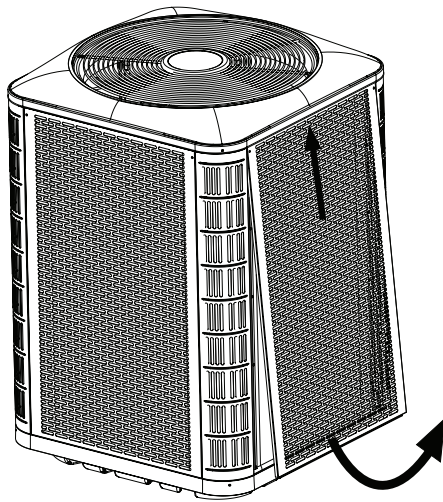
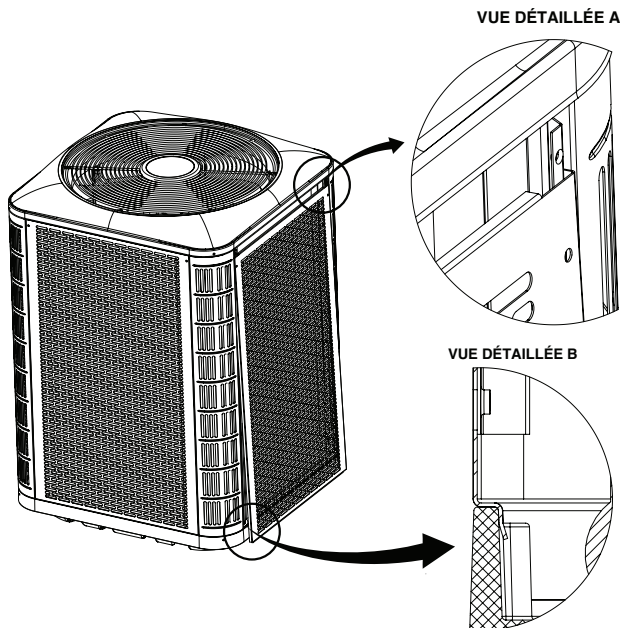

Figure 5. Désassemblage du panneau
Figure 6. Installation du panneau
2. Glissez le panneau vers le haut et le bac supérieur pour dégager la bride inférieure du bac inférieur. Voyez la Figure 5.
- Pour accéder aux composantes internes de l'appareil, reportez-vous à la Figure 5, \(page 10\) pour désassembler le panneau et la Figure 6, \(page 10\) pour installer le panneau.
1. Insérez les coins supérieurs des brides latérales du panneau dans les rainures du montant de coin, tel que montré au détail A dans la Figure 6.